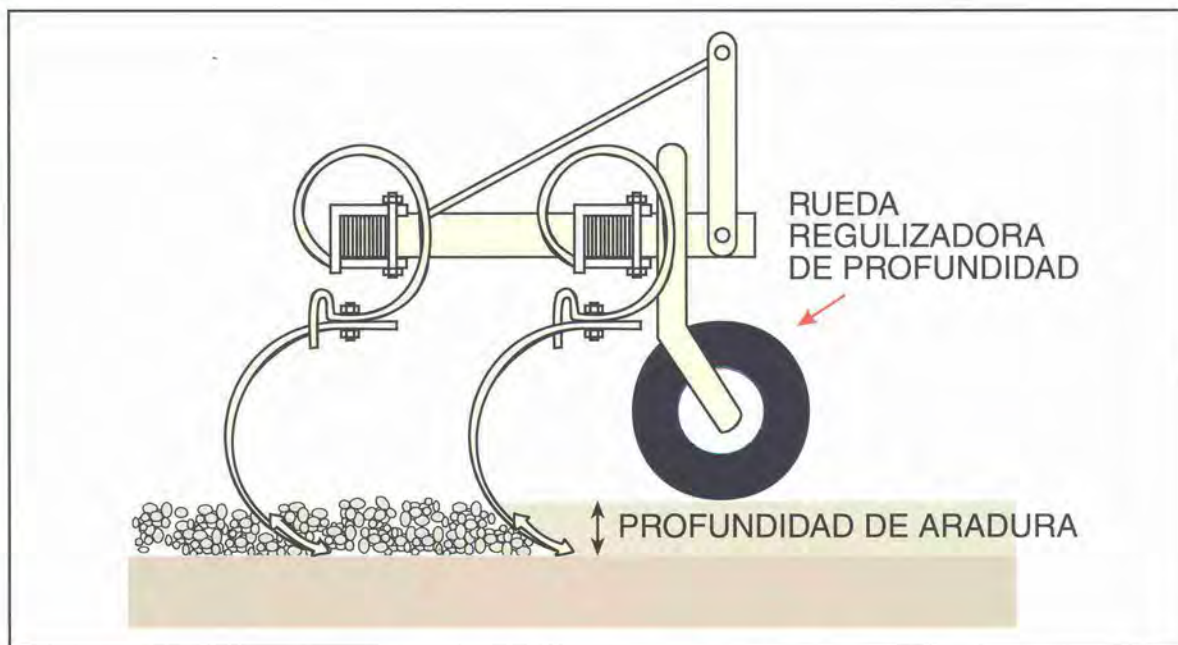

Figura 2. Rueda reguladora de la profundidad de aradura.
**Profundidad de trabajo:** esta regulación se consigue mediante el sistema hidráulico del tractor, que sube y baja todo el conjunto. El modelo de tipo integral cuenta con ruedas que limitan la penetración del arado fijando la profundidad de trabajo en la diferencia de posición entre el plano formado por los cincelos y el punto de apoyo de la rueda (Figura 2).